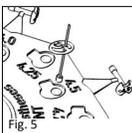

Fig. 5
■ **fig. 5** A prótese TTP® VARIAC é introduzida no orifício que corresponde ao comprimento anteriormente determinado (ver em baixo: Utilização do disco medidor) no disco medidor. Este procedimento deve realizar-se mediante a pinça de titânio disponível como acessório opcional (REF 8000 136).